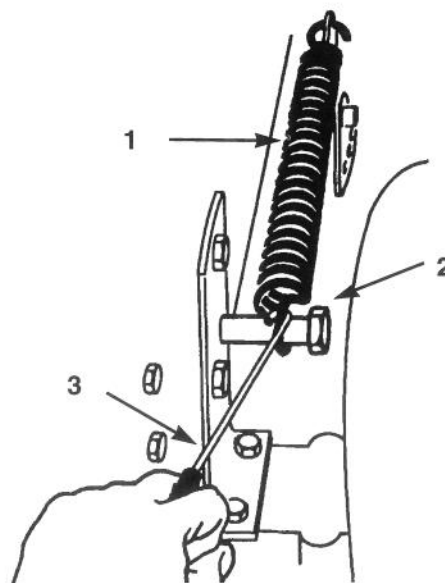

Fig. 46
11. Agganciate la molla di sollevamento dell'altezza di taglio sul bullone di fissaggio (Fig. 46) utilizzando